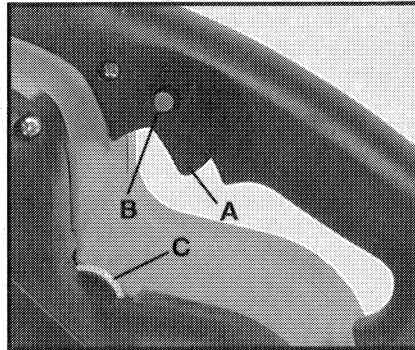

Fig. 2
2. Apriete el interruptor gatillo (A), Fig. 2, para arrancar el motor. Suelte el gatillo para detener el motor.
3. **BOTÓN DE FIJACIÓN.** Se proporciona un botón de fijación (B) para mantener en marcha el motor sin tener que sujetar el interruptor gatillo en la posición de encendido ("ON").
Se ajusta la velocidad con dar vuelta a la rueda de índice (C) Fig. 2. La posición del número 1 en la rueda provee la velocidad más baja (850 PSM) y el número 6 es para la velocidad más alta (1300 PSM). Se puede cambiar la velocidad con el motor en marcha o parado.